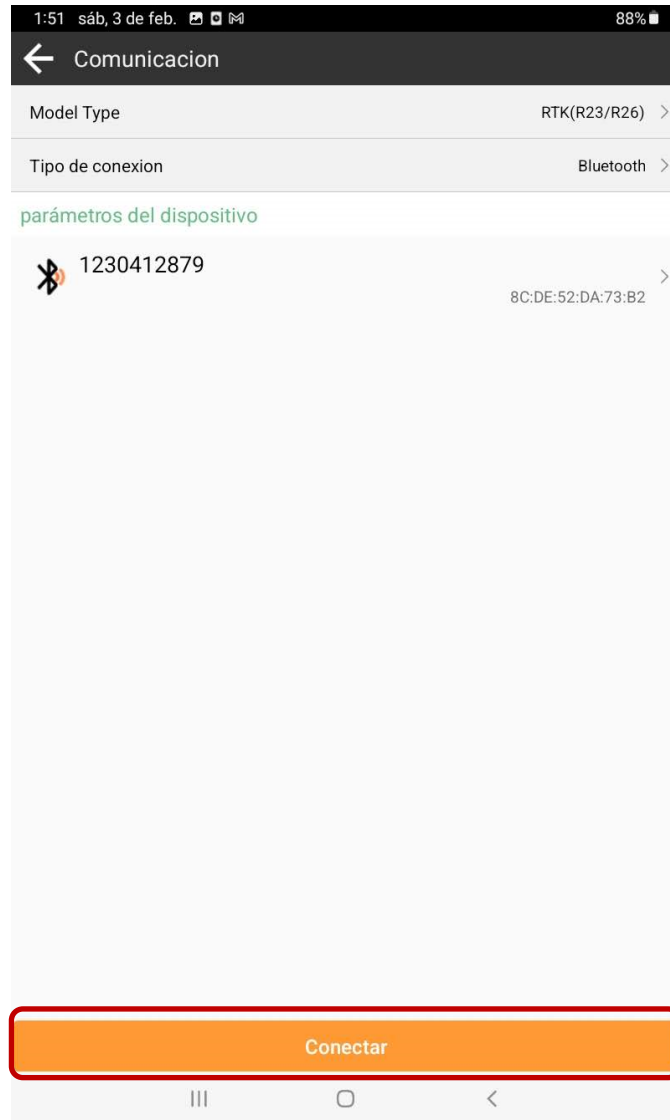

Fig.8.2. Etiqueta del Serial Number (SN) en antenas AllyNav R26.
8.1. A continuación, debemos enlazarnos mediante Bluetooth con el número de serie (SN) del equipo que deseamos utilizar en campo, el mismo que podemos corroborar en la antena en la parte inferior de la misma junto al Part Number (PN). (Ver Fig.8.2.).